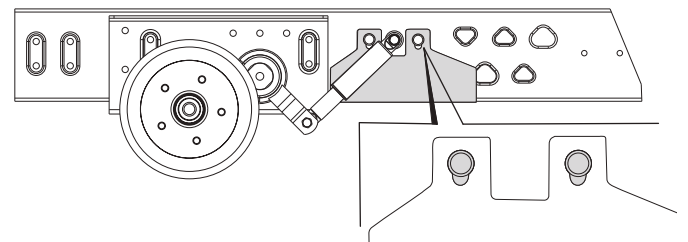

Abb. 16
- Geeignet für Wohnwagen bis 2000 kg mit Knaus Tabbert / Dyonic Chassis AB4 mit einer Rahmenstärke von weniger als 2,8 mm (Abb. 16).